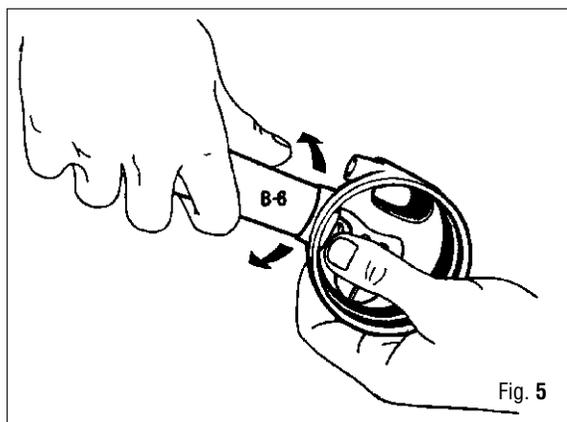

Fig. 5
8. Posicione el OR (83) en su asiento correspondiente usando la herramienta especial (B-6). (Fig. 5)
9. Coloque el O R (66) en el asiento de la inserción portaleva.
10. Instale el OR (75) en el by-pass.